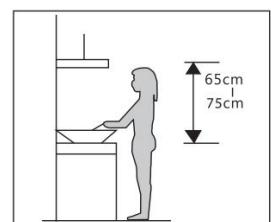

Fig 1
1. La campana extractora debe instalarse a una distancia de 65~75cm de la superficie de cocinado para lograr el mejor rendimiento. Véase la fig. 1.